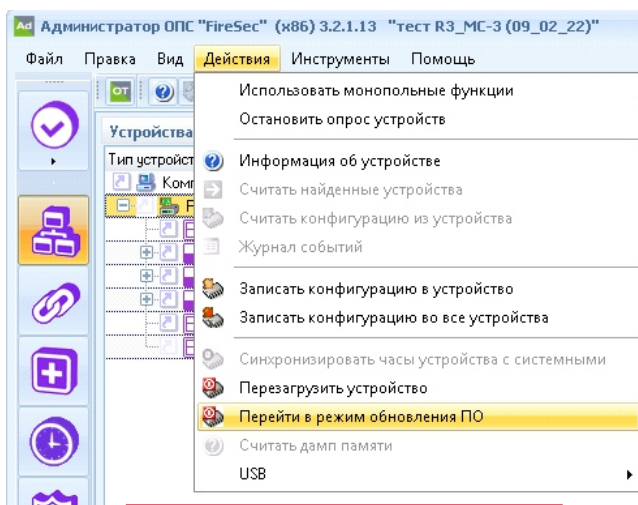

Рисунок 6.1
- в) в меню «Действия» выбрать «Перейти в режим обновления ПО» (рисунок 6.1);